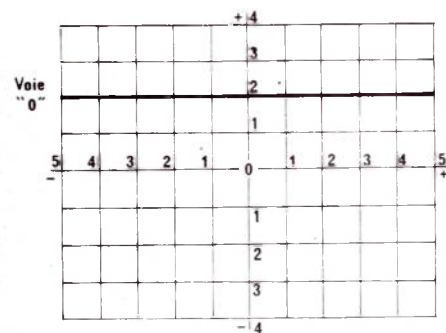

Figure 10
5) La trace du scope correspond à la voie zéro du CEP. En jouant sur le potentiomètre de position de cette trace on peut la déplacer sur tout l'écran. La placer environ au milieu de la partie haute de l'écran (**figure 10**).